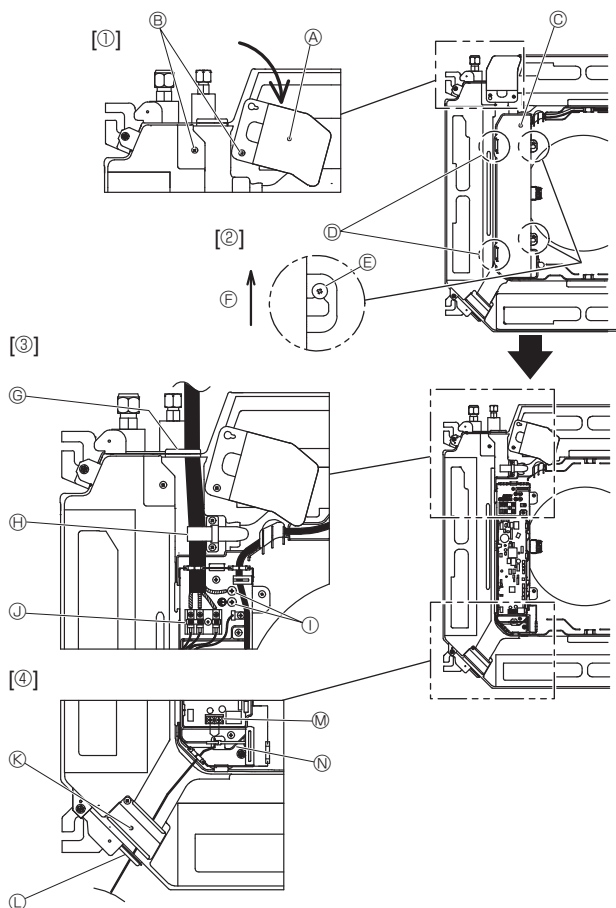

Fig. 6-1
### 6.1. Innendørsenhet (Fig. 6-1)
1. Løsne de to skruene som holder på plass servicepanelet for elektriske ledninger, og snu deretter servicepanelet for elektriske ledninger. [Fig. 6-1 ①]
2. Løsne de to skruene som holder på plass lokket på den elektriske koblingsboksen, og skyv deretter av lokket på den elektriske koblingsboksen. [Fig. 6-1 ②]
3. Før strømkabelen, innendørs-/utendørsenhetens tilkoblingskabel og jordkabelen gjennom de respektive ledningsåpningene, som vist i diagrammet. [Fig. 6-1 ③] Plasser den avmantlede delen av strømkabelen og innendørs-/utendørsenhetens tilkoblingskabel i den elektriske boksen. Bruk runde kabelsko til rekkeklemmen for innendørs-utendørs tilkobling og ekstrastyret med klemmesett for strømforsyning. [Fig. 6-2] Hvis du ikke kan bruke runde kabelsko, følger du prosedyren i Fig. 6-3 - 6-6. Se 6.1.1. og 6.1.2. for tilkobling.
4. Før fjernkontrollkabelen gjennom de respektive ledningsåpningene, som vist i diagrammet. [Fig. 6-1 ④, Fig. 6-3] Se 6.1.1. og 6.1.2. for tilkobling.